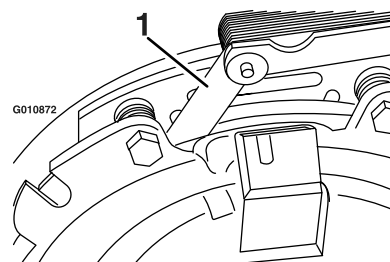
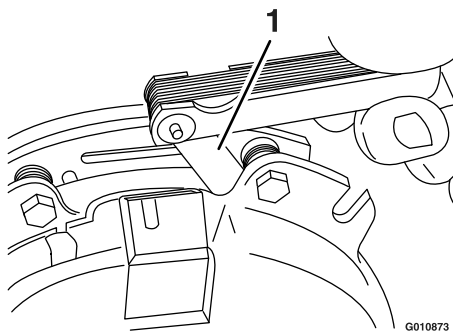

図 59
図 60
- E. 厚さ 0.25 mm のすき間ゲージで、図 59 と図 60 に示すようにブレーキポールの両側でロータとアーマチャ面との間に隙間があることを確認する。